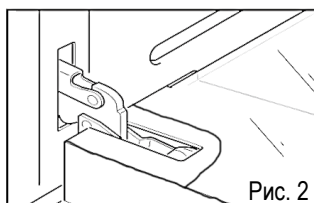

Рис. 2
- Закройте фиксаторы в соответствии с рисунком (рис. 2)